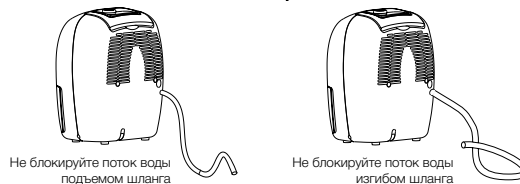

Рис. 6.
- Убедитесь, что шланг для воды направлен вниз и вода свободно вытекает из него. Не устанавливайте шланг для воды, как показано на Рис.6.